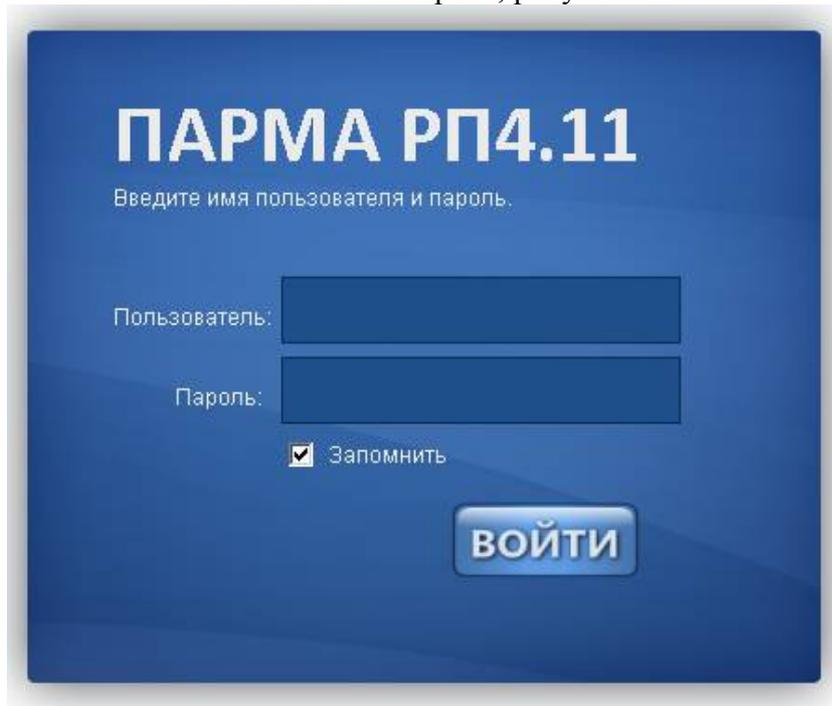

Рисунок 25 Авторизация на web-сервере
7.3.2.2 Далее ввести имя пользователя и пароль, рисунок 25.